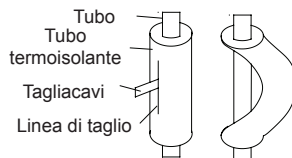

Fig. 13
- (4). Quando si piega il tubo, non ripiegarlo sullo stesso punto, altrimenti si spezza. In tal caso, tagliare il tubo termoisolante con un tagliacavi affilato come illustrato in Fig. 13 e piegare dopo aver scoperto il tubo. Dopo aver eseguito la piegatura secondo necessità, assicurarsi di riposizionare il tubo isolante sul tubo e fissarlo con del nastro adesivo.